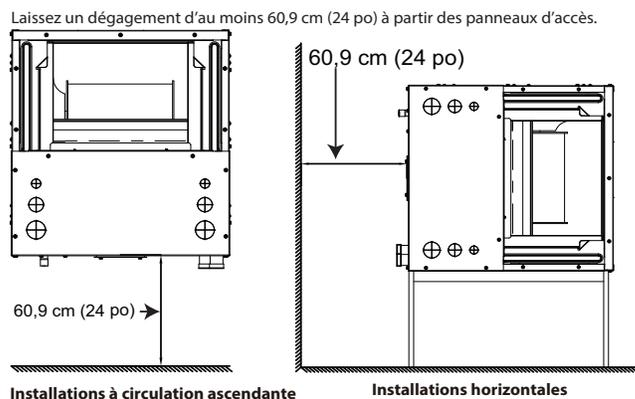

Fig. 7 – Dégagements d'installation
- Laissez suffisamment d'espace pour permettre la circulation de l'air et l'entretien de l'appareil. Consultez la figure 7 pour connaître les distances minimales requises entre l'appareil et les murs ou les plafonds.